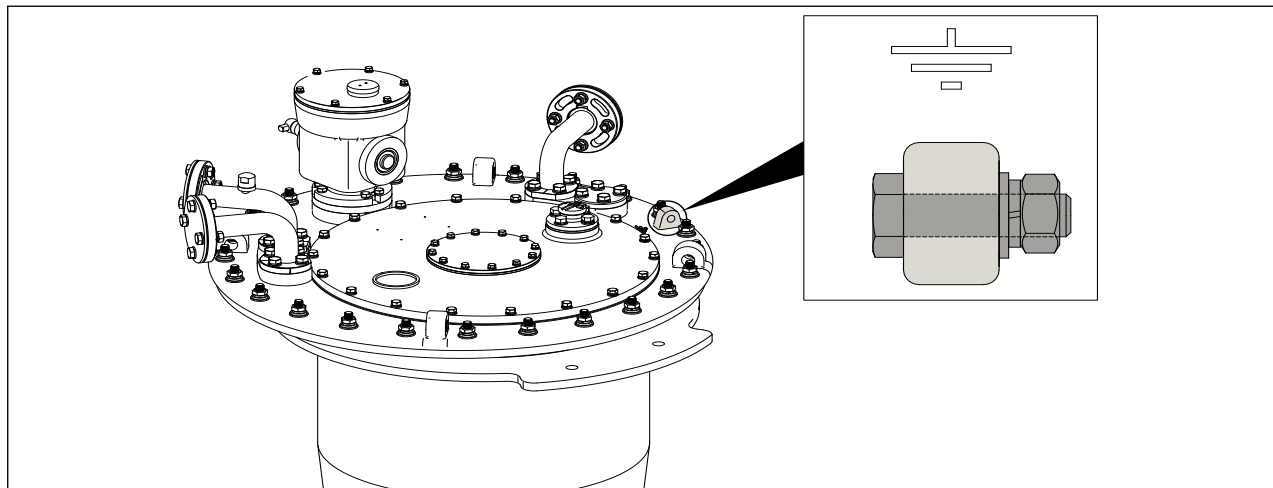

图 9-3 接地线连接
1. 使用 19mm 开口 / 套筒扳手，安装 M12 接地螺栓，每套配弹簧垫圈 x1、平垫圈 x1、螺母 x1，扭矩：50~60Nm，将 OLTC 头部的接地螺栓连接到变压器箱盖上（见图 9-3）。